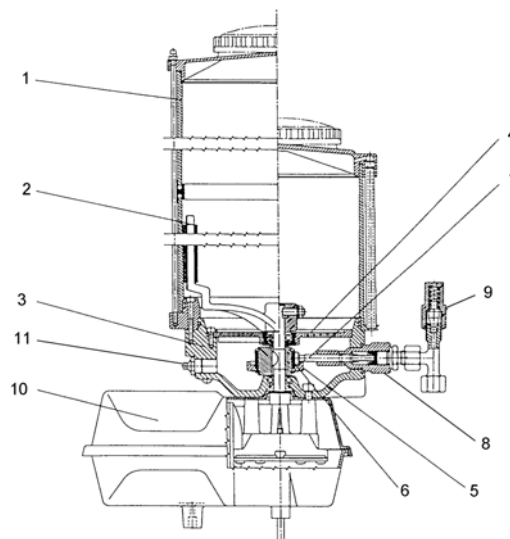

Fig 1.
Den eldrivna pumpen, av typ EP-1 med pumpelement PE-12 V, transporterar kontinuerligt fram smörjfett förbi en säkerhetsventil till huvudfördelaren (fig 1, B). Huvudfördelaren för i sin tur ut smörjfettet till underliggande fördelare. Därefter portioneras rätt mängd ut till varje smörjningspunkt.
Med hjälp av en övertrycksventil (fig. 1, pos. 9) kan smörjningen övervakas mycket säkert och effektivt. I de fall som ett smörjställe inte tillförs den rätta mängden fett, blockeras den progressiva fördelaren och det uppstår ett tryck på 280 bar i smörjanläggningen. På pumpelementets övertrycksventil visas därefter felet genom att fett tränger ut.
- Påfyllning skall alltid ske till angiven nivå och görs via den fettnippel som är placerad på utsidan av pumphuset, (fig. 1, pos. 11).